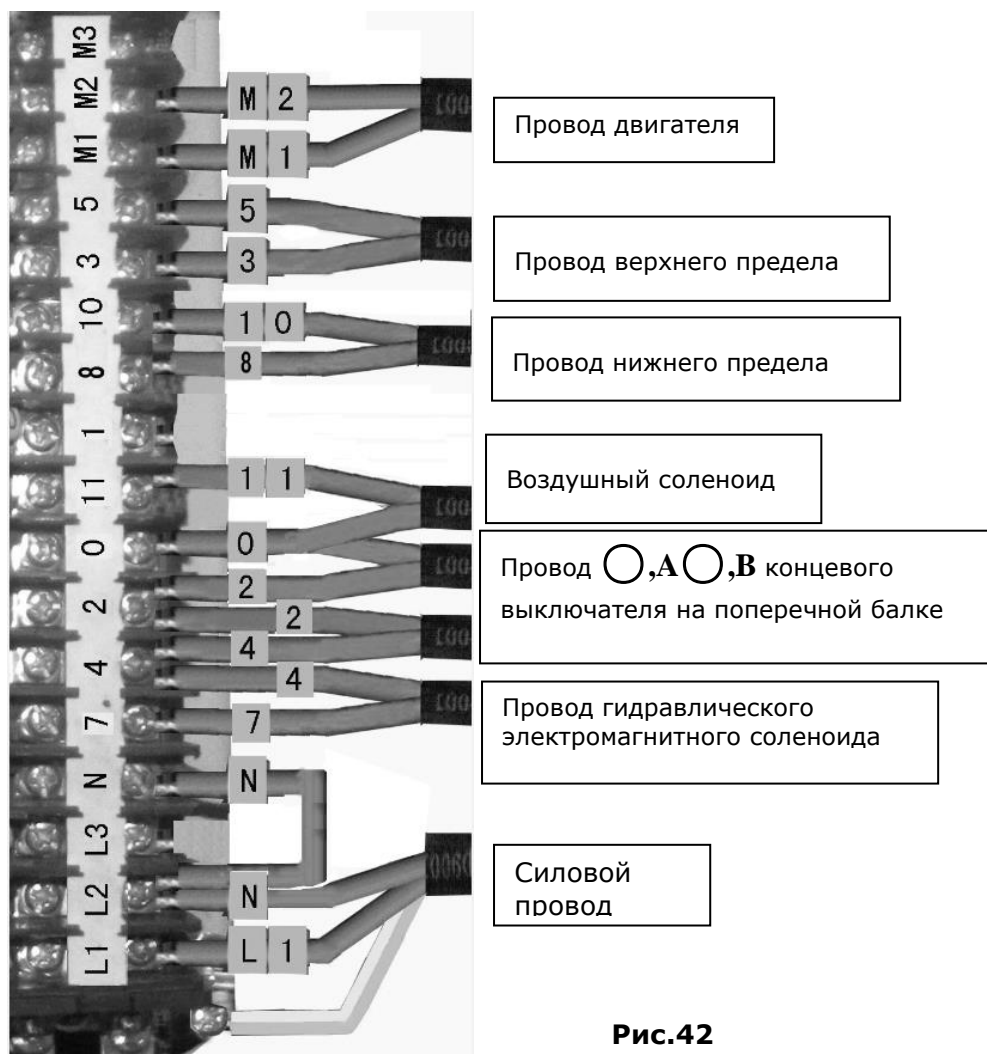

Рис.42
7.1 Схема подключения проводов на пульте управления (См. Рис. 42).